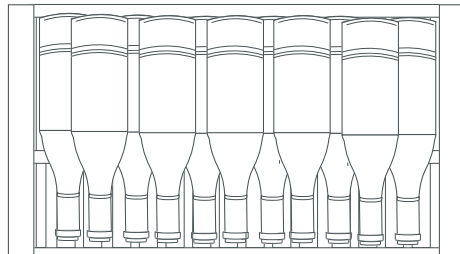

Fig. 4
- El tercer estante puede almacenar hasta 11 botellas apiladas como se muestra en la Fig. 4; 6 botellas a lo largo del estante y 5 botellas apiladas sobre las primeras de forma intercalada.